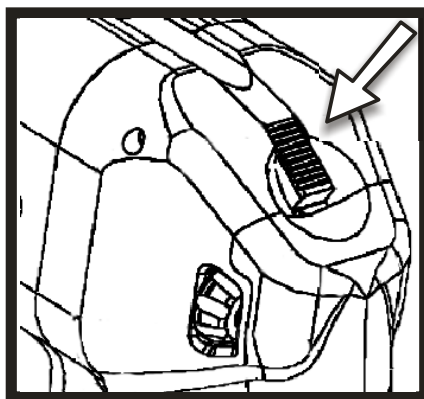

Рисунок 2 – Открывание кассеты оружия
6.1.2 Нажав на защёлку оружия, откиньте кассету до упора (см. рисунок 2).